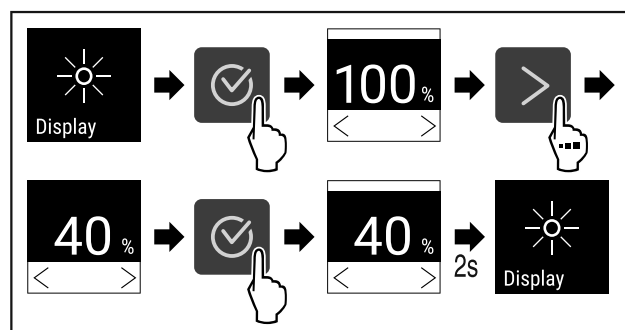

Fig. 72
- ▶ Udfør handlingstrinene (se Fig. 72).